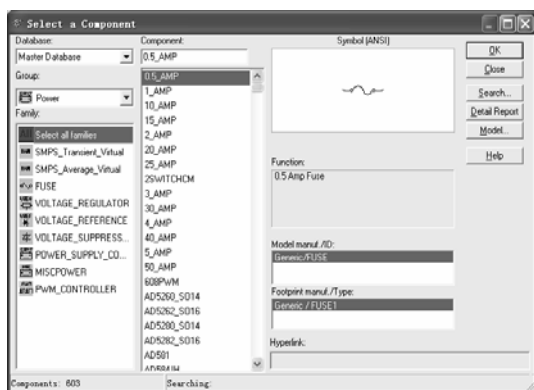

图 3-39 Power 元器件库
11) 电源 (Power) 元器件库, 如图 3-39 所示。